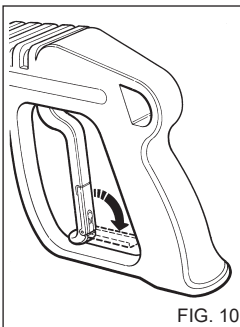

FIG. 10
- Quando a hidrolimpadora não está sendo utilizada, deve-se fechar o dispositivo de segurança do punho. (fig. 10).